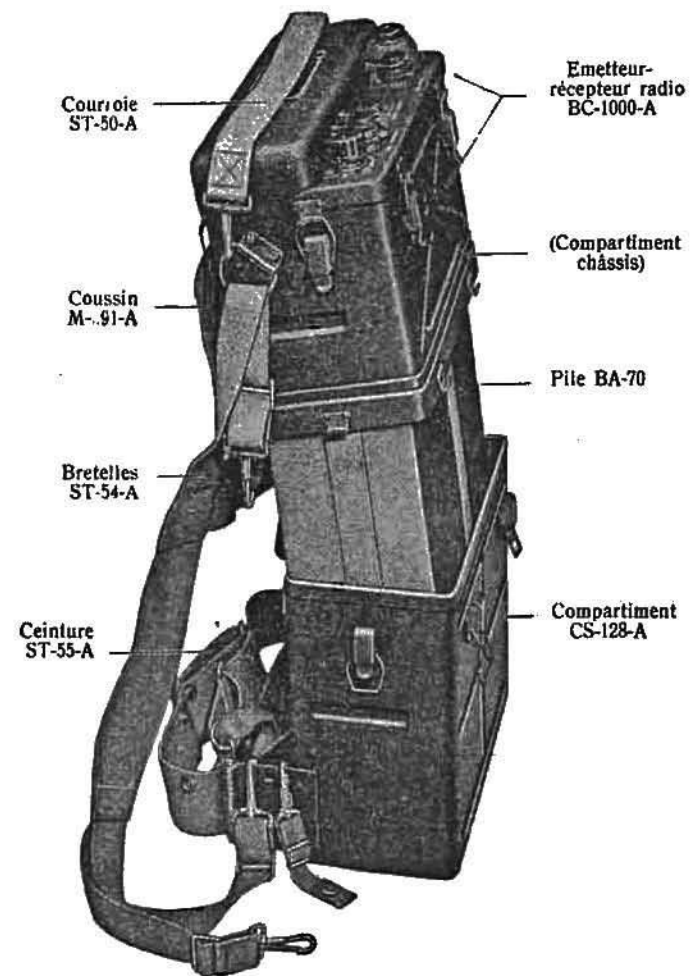

Fig. 13. — Assemblage du poste après installation de la pile.
- f) Soulever le poste avec sa pile attachée et enfoncer doucement la pile dans son compartiment (voir fig. 13).